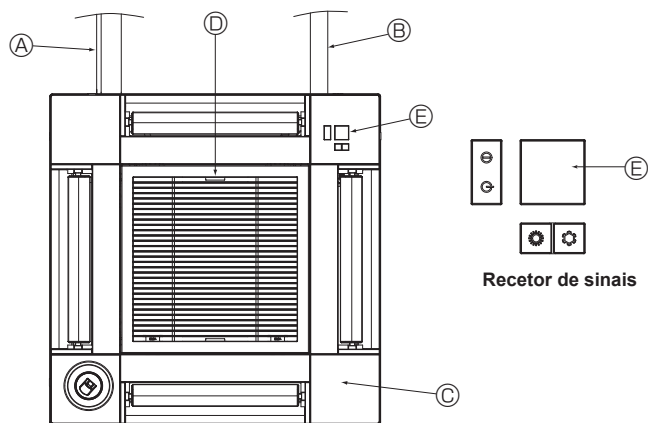

Fig. 10-17
10.5. Instalação da grelha de admissão (Fig. 10-17)